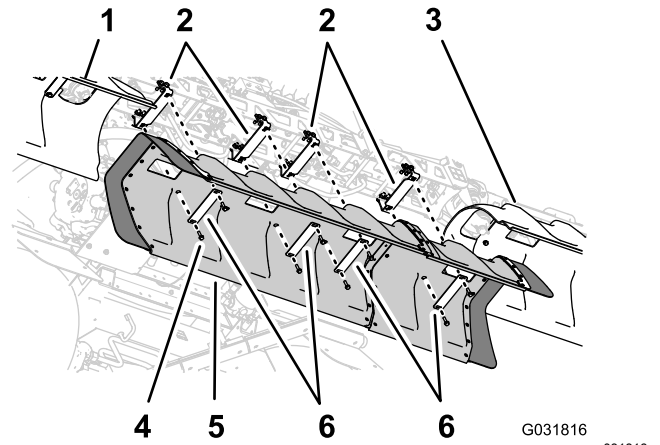

Figura 185
1. Alinhe os orifícios na cobertura da rampa central com os orifícios nos suportes para a cobertura da secção central (Figura 185).
2. Alinhe os orifícios nas 2 fitas da cobertura que retirou no passo 1 de 6 Retirar a cobertura da secção central \(11 bicos\) do Kit de rampa coberta opcional \(página 14\) com o tubo na cobertura e 2 dos suportes (Figura 185).
4. Alinhe os orifícios nas 2 fitas da cobertura (Peça Toro N.º 120-0629) com os 4 orifícios restantes na cobertura e os 4 orifícios restantes nos suportes (Figura 185).
5. Monte as fitas da cobertura e a cobertura nos suportes (Figura 185) com os quatro parafusos de cabeça flangeada (5/16 x 1-1/4 pol. — peça Toro n.º 323-36).